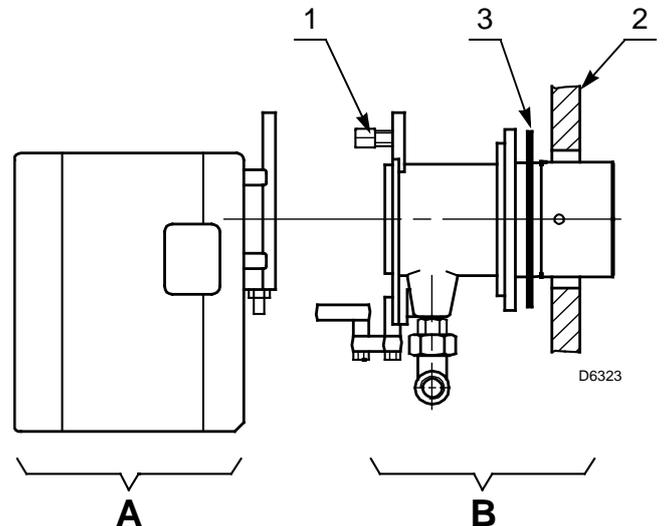

Abb. 10
- Den Flammkopf vom Brenner ausbauen, dazu die Mutter 1) abnehmen und die Gruppe A)(Abb. 10) herausziehen.
- Die Gruppe B)(Abb. 10) an die Heizkesselplatte 2) befestigen und die beiliegende Isolierdichtung 3) einfügen.